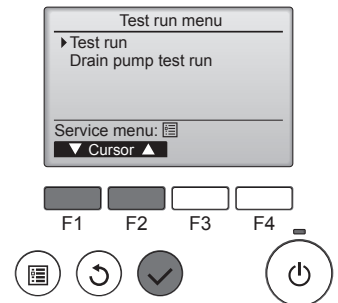

Fig. 8-2
- ② Odaberite „Test run“ (Probni rad) iz izbornika Probni rad, a zatim pritisnite gumb [ODABERI]. (Fig. 8-2)
- ③ Počinje probni rad i prikazuje se operativni zaslon Probni rad.